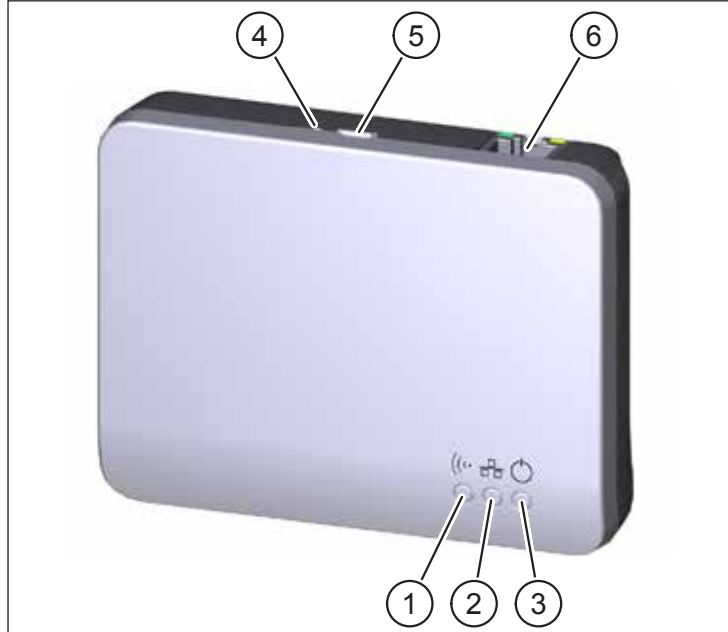

Fig. 1: Passerelle M-WRG-GW
Pos. dans Fig. 1	Description
- Prenez le câble Ethernet fourni et branchez le raccordement Ethernet (pos. 6 dans Fig. 1) de la passerelle à votre réseau (par ex. avec une connexion LAN sur votre routeur).
- Insérez la prise micro-USB-B du bloc d'alimentation dans le port d'alimentation (pos. 5 dans Fig. 1) sur la passerelle.
- Branchez le bloc d'alimentation à une prise 230 V. La DEL d'alimentation (pos. 3 dans Fig. 1) s'allume. Au bout de quelques secondes, les DEL verte et orange du raccordement Ethernet (pos. 6 dans Fig. 1) s'allument également.
### 5.1 DEL sur la face avant (pos. 1, 2 et 3 dans Fig. 1)
### 5.2 DEL sur connecteur RJ-45 (pos. 6 dans Fig. 1)